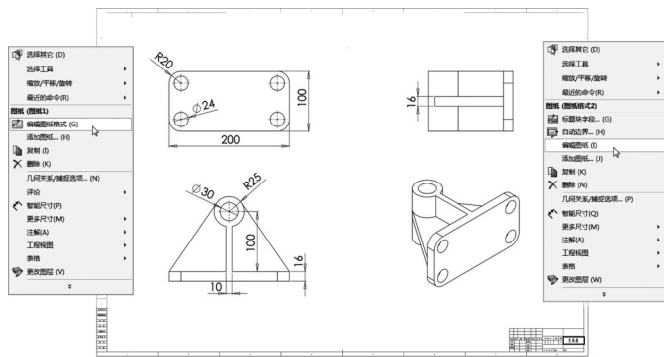

图 7-9 设置标题栏
STEP 5 右击图纸空白处，在弹出的快捷菜单中选择“编辑图纸格式”菜单项，在图纸模板的“标题”单元格内双击，填写图样的名称为“支承座”，再右击图纸空白处，在弹出的快捷菜单中选择“编辑图纸”菜单项，完成工程图的创建，如图 7-9 所示。